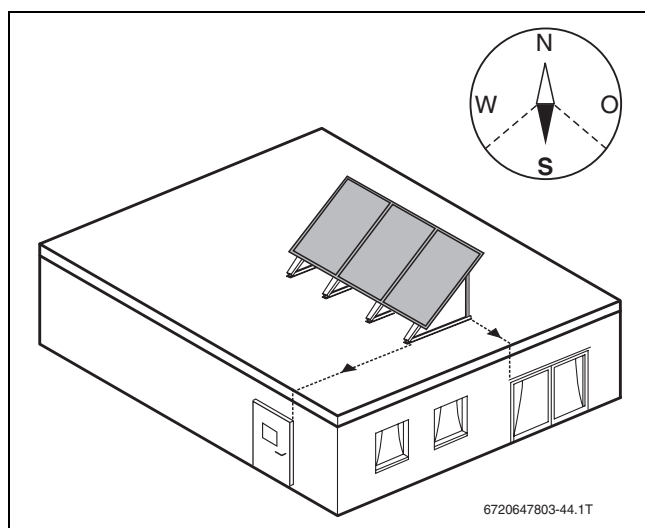

Fig. 10
- Orientar o campo de colectores o mais possível para sul (→ fig. 10).
- Alinhar o campo de colectores de modo a ficar nivelado com janelas, portas, etc. (→ fig. 10).